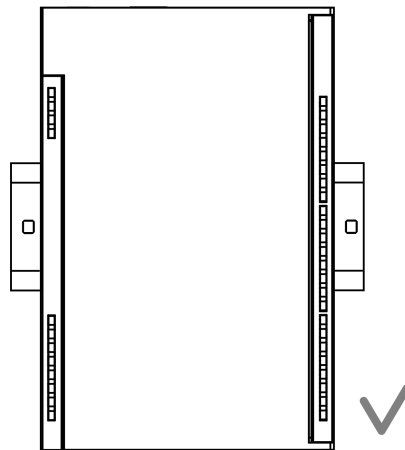

Abb. 3.1 Richtige Installation
2. Befestigen Sie das Gerät mit Schrauben an der DIN-Schiene oder an einer senkrechten Fläche (siehe Abbildung 3.1).